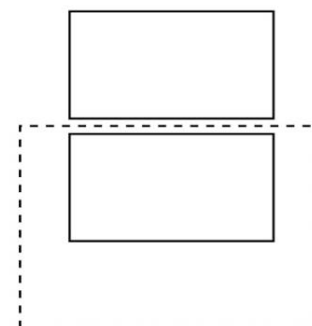

Abb. 15: Abschattung nur einer Solarzelle.
- Decke nun eine der beiden Solarzellen komplett ab (siehe Skizze Abb. 15).